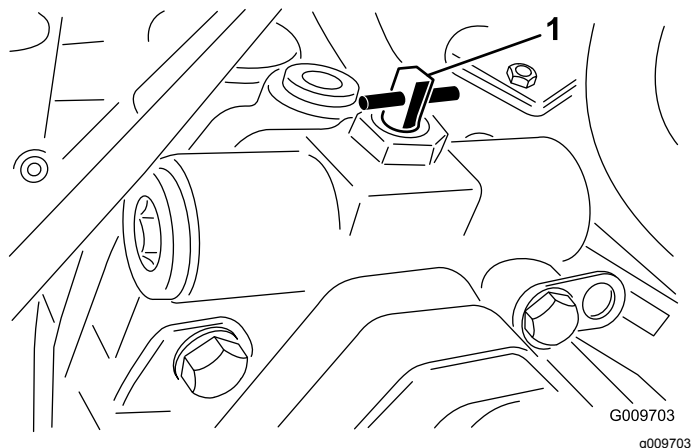

Figura 63
3. Girate la valvola di 90° (1/4 di giro) in qualsiasi direzione per aprirla e consentire al fluido di effettuare il bypass internamente (Figura 63).
- Girate la valvola di 90° (1/4 di giro) in qualsiasi direzione per aprirla e consentire al fluido di effettuare il bypass internamente (Figura 63).